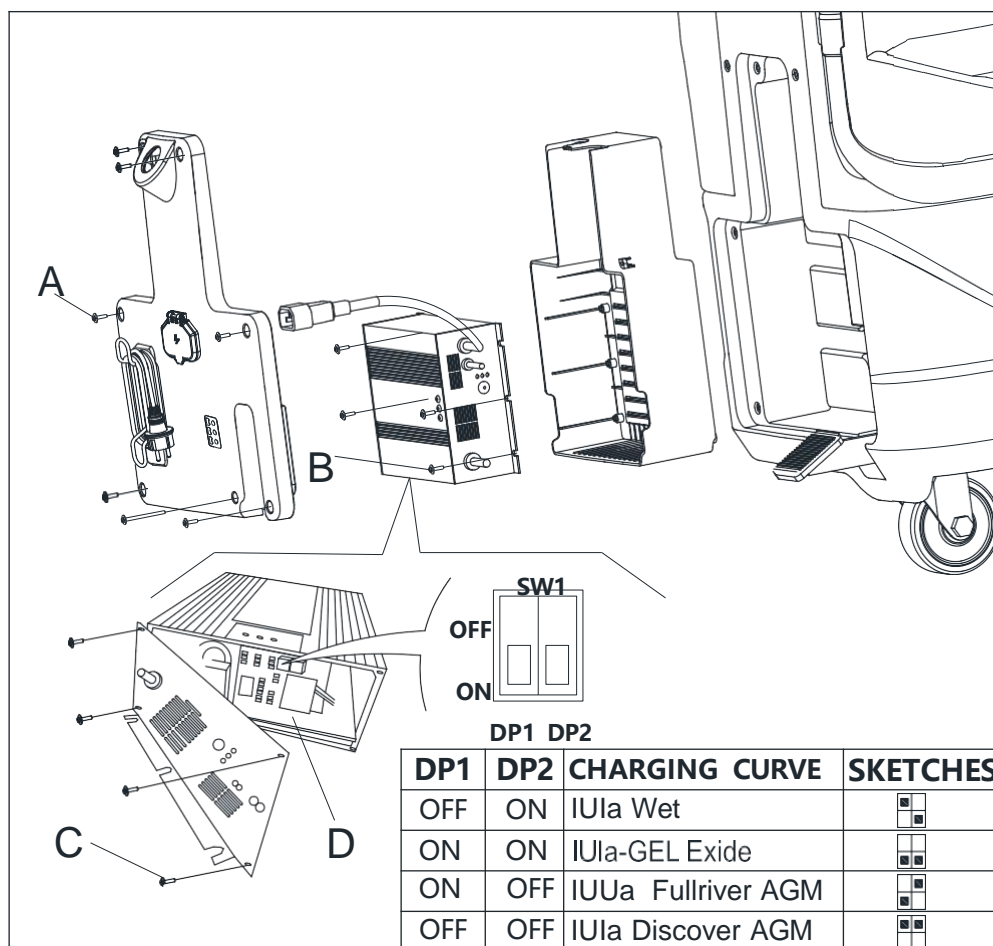

Figura 4.1
- Quite los tornillos (A, B, C, Figura 4.1).
- Abra el cargador y busque sw1 (D, Figura 4.1).
- Configure los interruptores del modo indicado en la tabla de la Figura 4.1.
- Coloque los tornillos (A, B, C, Figura 4.1) después de haber completado la configuración.